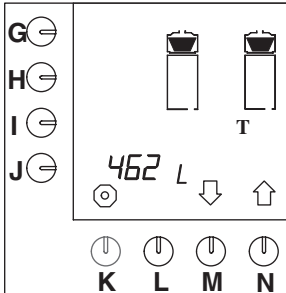

Fig. 38 Compteur totalisateur du système de filtration
- Appuyez sur la touche de sélection (N.)† jusqu'à ce que la fig. 38 s'affiche sur l'écran de contrôle.